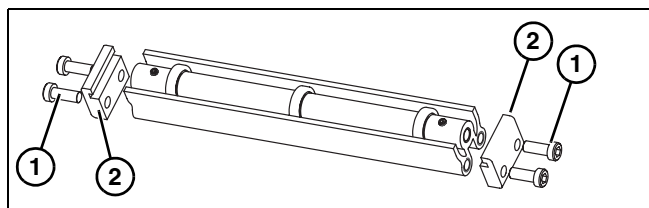

Figure 15
1. Localisez les galets de retour. Vue éclatée indiquée en Figure 15.
2. Retirez les vis (Figure 15, item 1) et les clips (Figure 15, item 2) de l'assemblage de galet.